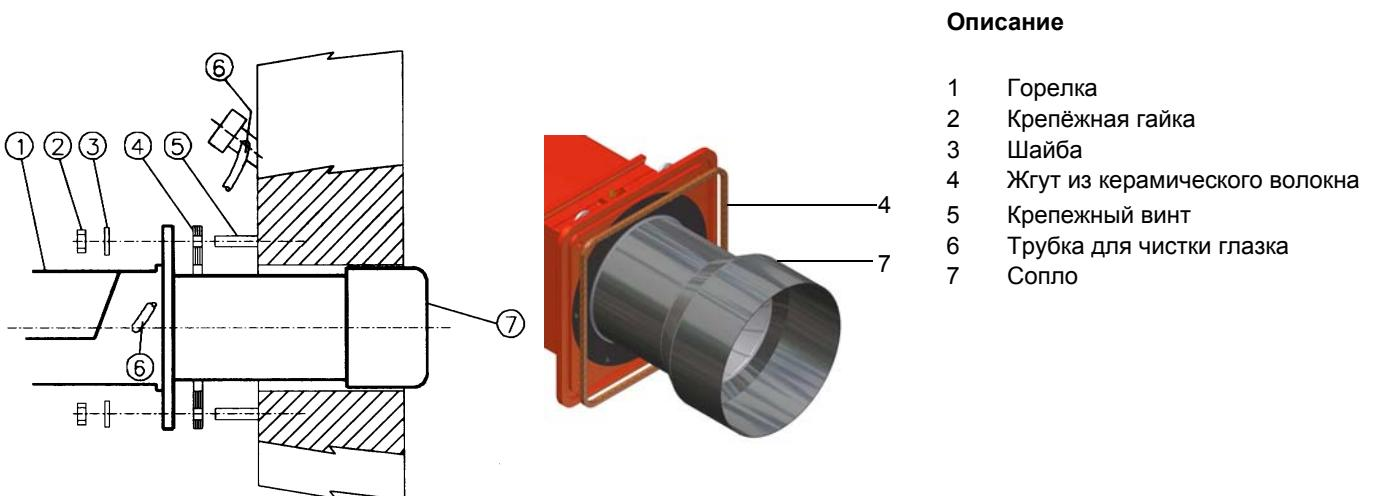

Рис. 5
- 2). завинтить (5) крепежных винта, в соответствии с шаблоном для просверливания отверстий, описанного в параграфе "Габаритные размеры";
- 8) закрепить с помощью гаек винты котла согласно схеме данной на Рис. 5.